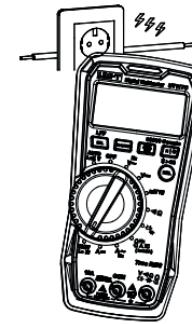

Рисунок 10
10. Обнаружение напряжения переменного тока без контакта (NCV) (рисунок 10)